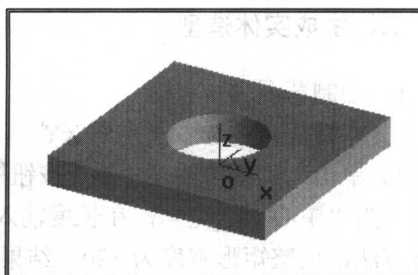

图 0-7 拉伸实体
- ③ 在“深度”输入框内双击左键，键入 15，单击**确定**按钮，在绘图区中出现拉伸特征实体造型，如图 0-7 所示。